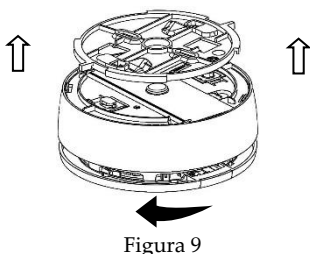

Figura 9
9. Para instalar o detector no suporte, alinhe a nervura da base com a do suporte, insira as presilhas da base nas cavidades do suporte e gire o detector no sentido horário (ver Figura 9).